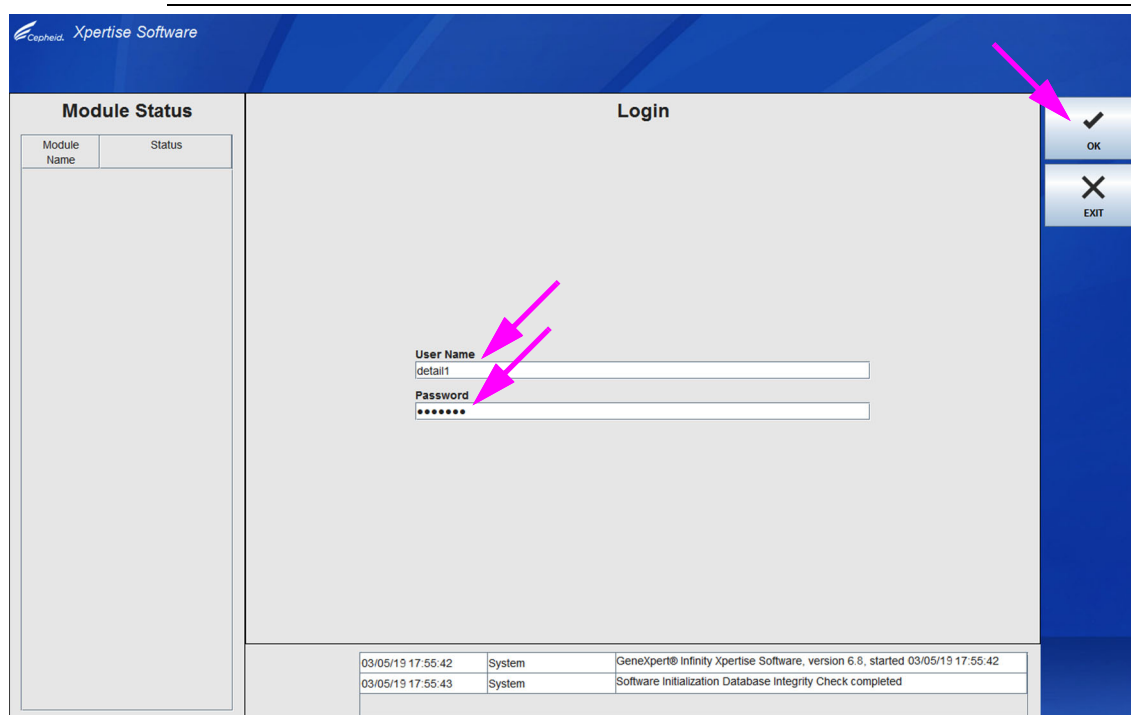
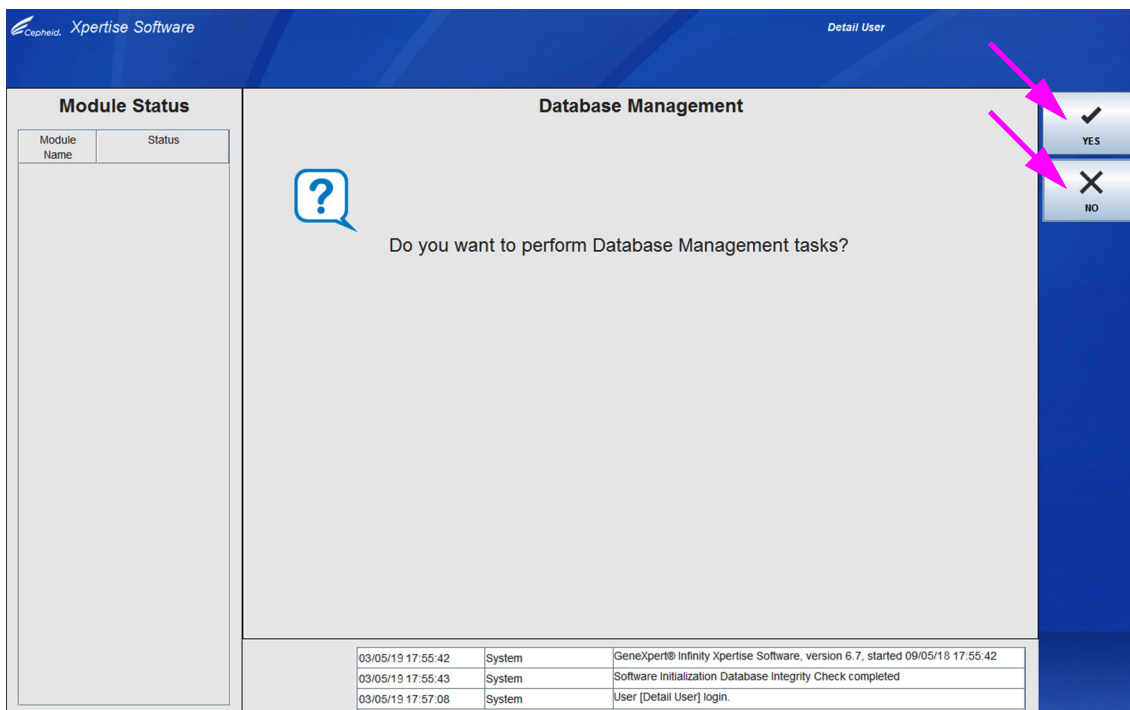
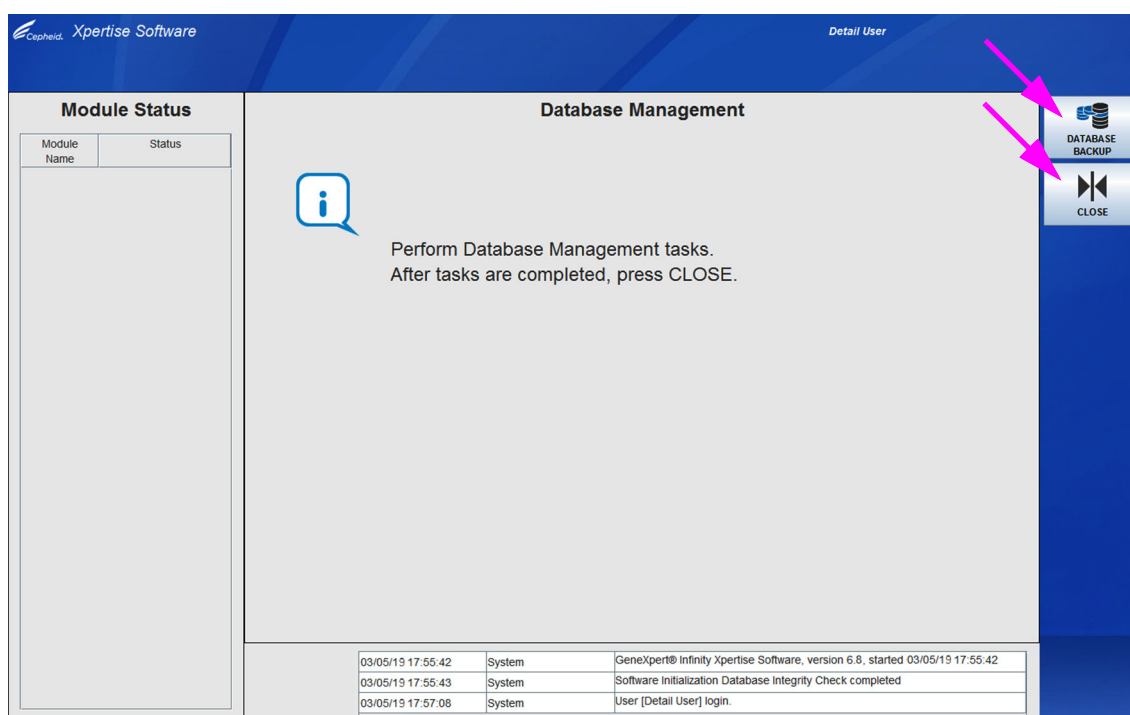

図 5-10. Xpertise ログインワークスペース
図 5-11. Xpertise Software データ管理ワークスペース
図 5-12. データベース管理ワークスペース
Windows 7 および 10 : GeneXpert Infinity system スプラッシュ画面が一時的に表示され (図 5-9 を参照)、続いて Xpertise ログイン (Login) ワークスペースが表示されます。図 5-10 を参照。
Xpertise Software が起動するたびに、ログイン (Login) ワークスペースが表示され、ユーザ名とパスワードの入力を求められます。図 5-10 を参照。**ユーザ名 (User Name)** ボックスに、GeneXpert Infinity system ユーザ名を入力します。**パスワード (Password)** ボックスにパスワードを入力します。**OK** ボタンを選択してログオンし、ソフトウェアを起動します。ログインが正常に完了すると、データベース管理 (Database Management) ワークスペースが表示されます。図 5-11 を参照。
1. システム構成の一般（General）ワークスペース（図 2-25 を参照）で、**データベース管理のリマインダー（Database Management Reminders）** ボックスにチェックマークが入っていない場合、データベース管理（Database Management）ワークスペース（図 5-11 を参照）は表示されず、データベースに関するアクションは不要です。ソフトウェアは引き続きロードされ、起動シーケンスを続行するためセクション 5.2.5.2 に移動できます。
2. システム構成の一般（General）ワークスペース（図 2-25 を参照）の**データベース管理のリマインダー（Database Management Reminders）** ボックスにチェックマークが入っている場合は、データベース管理（Database Management）ワークスペース（図 5-11 を参照）が表示され、データベース管理作業を実行するかどうか尋ねられます。
- A. データベース管理（Database Management）ワークスペースで **NO** を選択すると（図 5-11 を参照）、Xpertise Software は引き続きロードされ、セクション 5.2.5.2 に進んで起動シーケンスを続行できます。
- B. データベース管理（Database Management）ワークスペースで **YES** を選択すると（図 5-11 を参照）、実行する作業を選択するように求められます（図 5-12 を参照）。
ユーザの権限によっては、データベース管理（Database Management）ワークスペースに追加のオプションがある場合があります。図 5-12 を参照。
- ワークスペースの指示に従い（図 5-12 を参照）、**データベースバックアップ（DATABASE BACKUP）** ボタンを選択します。必要なデータベース管理作業の実行方法の詳細については、セクション 5.7、テスト結果データの管理をご覧ください。
- 閉じる（CLOSE）** ボタンを選択します（図 5-12 を参照）。セクション 5.2.5.2 に進んでください。